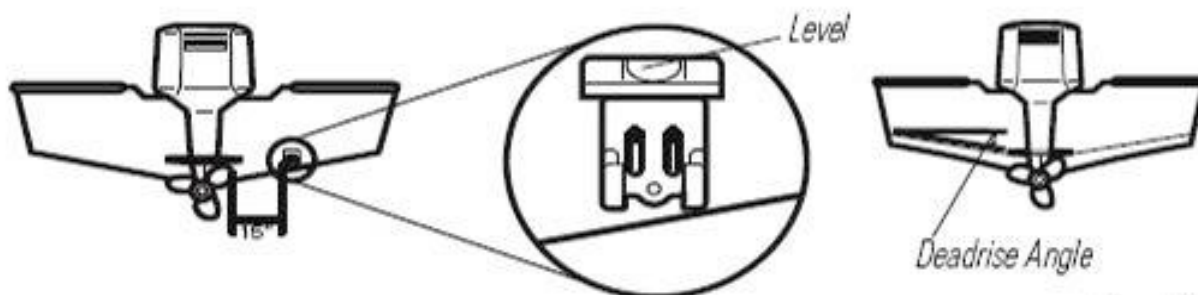

Figure 12
*Внимание:* гидродинамическая форма датчика позволяет направлять его строго вниз без настройки угла килеватости (Рисунок 12).